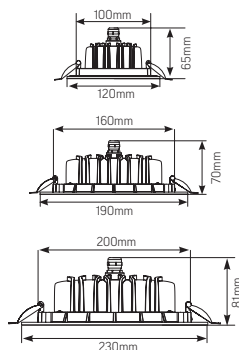

Рис. 1
- Подготовьте монтажное отверстие на поверхности (см. Рисунок 1 и Таблицу 1);